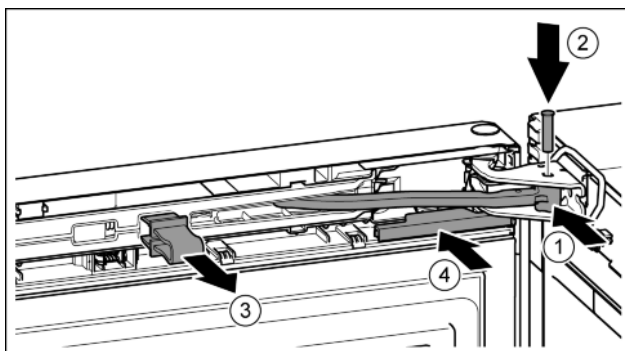

Fig. 23
- ▶ Forgassa a csapágybakba a csuklót. Fig. 23 (1)
- ▶ Helyezze be a csapágybakba és a csuklóba a csapszeget. Közben ügyeljen közben arra, hogy a bekattanó bütyök megfelelően illeszkedjen a horonyba. Fig. 23 (2)
- ▶ Vegye le a biztosítékot. Fig. 23 (3)
- ▶ Tolja fel a fedelet. Fig. 23 (4)